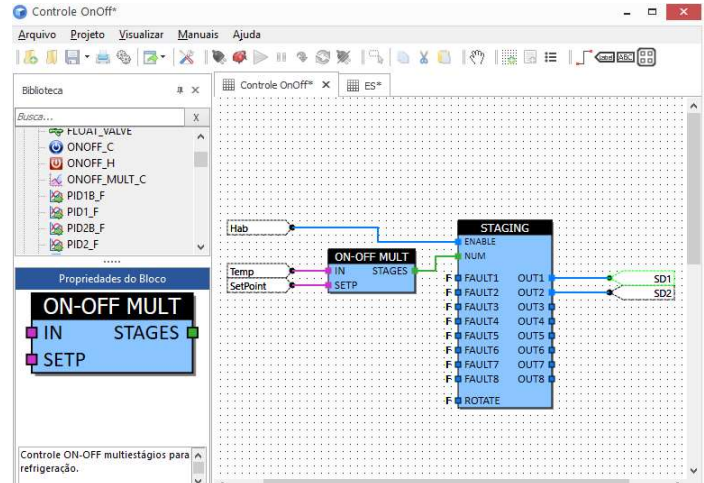

Figura 13
8. Conecte as saídas OUT1 e OUT2, cada uma em um bloco BO; (Figura 13)